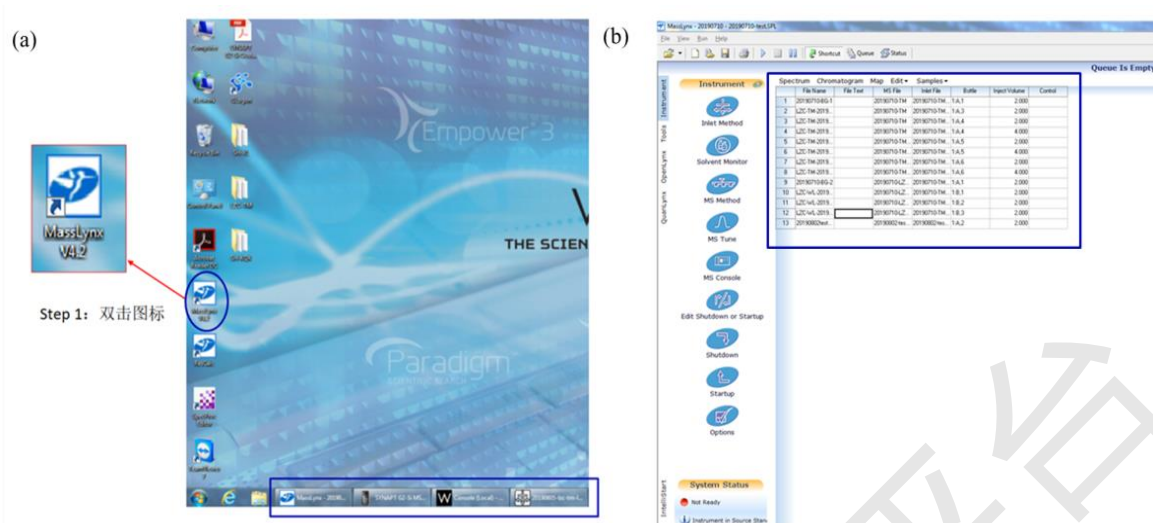

图 1.1 操作电脑桌面显示(a)及 Masslynx 软件操作界面(b).
- ✦ 系统中已有项目文件的用户, 请在图 1.1 (b) 页面, 选择 File - Open project 打开项目文件, 并进行 file-open 打开自己的 sample list。
Step1: 点击电脑桌面Masslynx图标(图1.1(a)), 进入Masslynx操作界面(图1.1(b)), 当前显示为上一次仪器实验的测试序列(图1.1(b)蓝色方框显示)。
- **注:** 测试结束, 通常不关闭Masslynx软件操作界面, 主窗口及子菜单操作窗口会显示在电脑桌面下方(图1.1蓝色方框显示), 直接点击Masslynx图标即可。